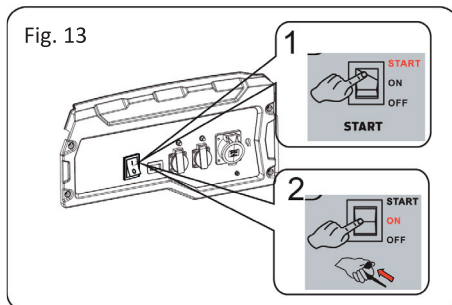

Fig. 13
- Drei tenningslåsen til posisjonen Start for å prøve å starte motoren. Hvis motoren roterer, men ikke starter i løpet av 15 sekunder, venter du i cirka 1 minutt før du prøver på nytt. (Se fig. 13.)